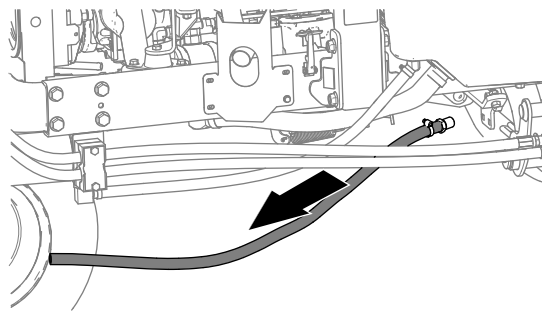

Рисунок 46
2. Снимите шланг линии возврата маслоохладителя с машины (Рисунок 46).